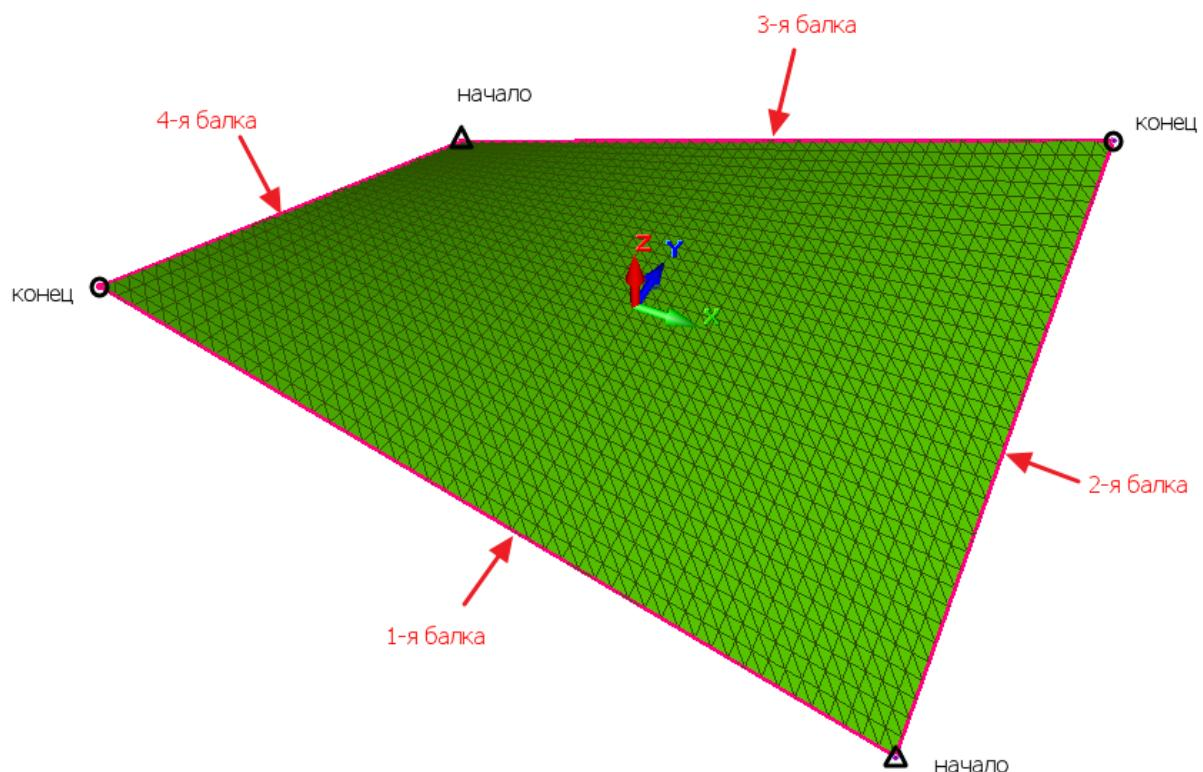

Рис.2.3 Расположение в схеме точек «начало» и «конец» для балок
- Постройте 4 отдельных балки, последовательно указывая 1-ю точку – «начало» и 2-ю точку –«конец» каждой из них в соответствующих точках, указанных на (рис.2.3) :